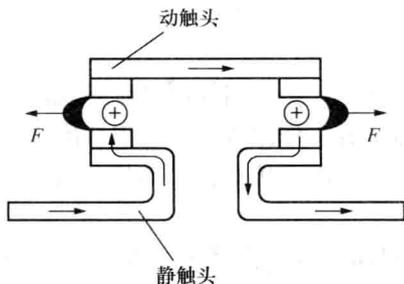

图 1-1-3 桥式触头灭弧示意图
- 1) 电动力吹弧。如图 1-1-3 所示为桥式结构双断口触头，触头两端的电流方向相反，将产生方向相反的电动力，从而使电弧向外运动并拉长，加快电弧的冷却并熄灭。